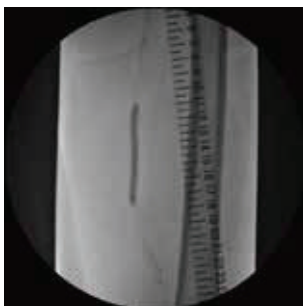

図7A
9) SABERXバルーン(5.0mm 径x 60mm長)を8atmでLt.SFAの偽腔を開大して、OUTBACK ELITEを到達させることに成功した。(図7A、B)